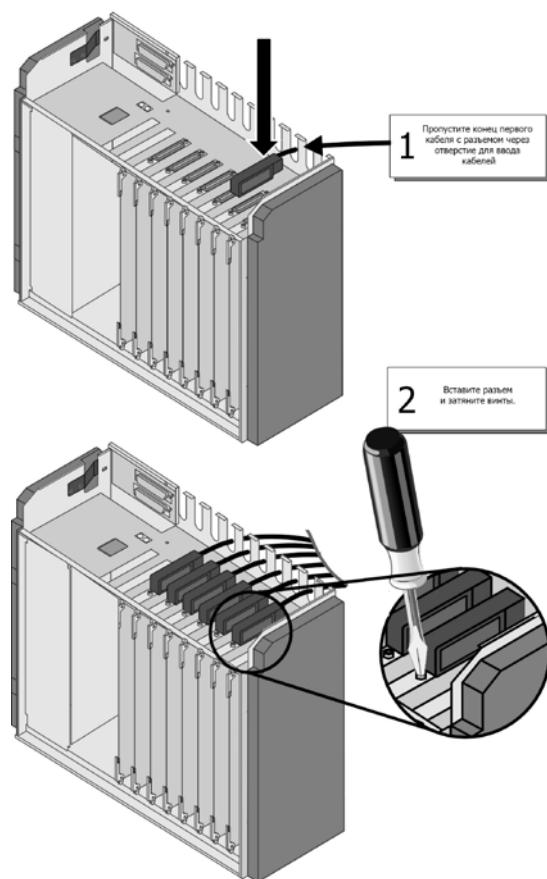

Рисунок 25. Подключение кабеля.
- г). Осторожно пропустите конец первого кабеля с разъемом через отверстие для ввода кабелей ввода-вывода. Вставьте разъем и затяните винты. (рисунок 25).